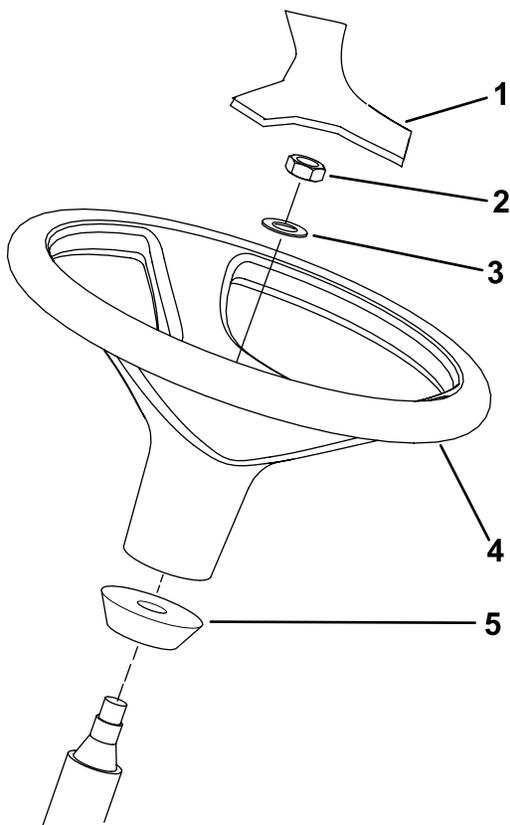

图 14
1. 从运输托架上卸下方向盘 图 14。
**注意** 确保泡沫环保留在转向轴上图 14。
3. 将方向盘和垫圈滑入转向轴图 14。
5. 安装方向盘的盖子图 14。